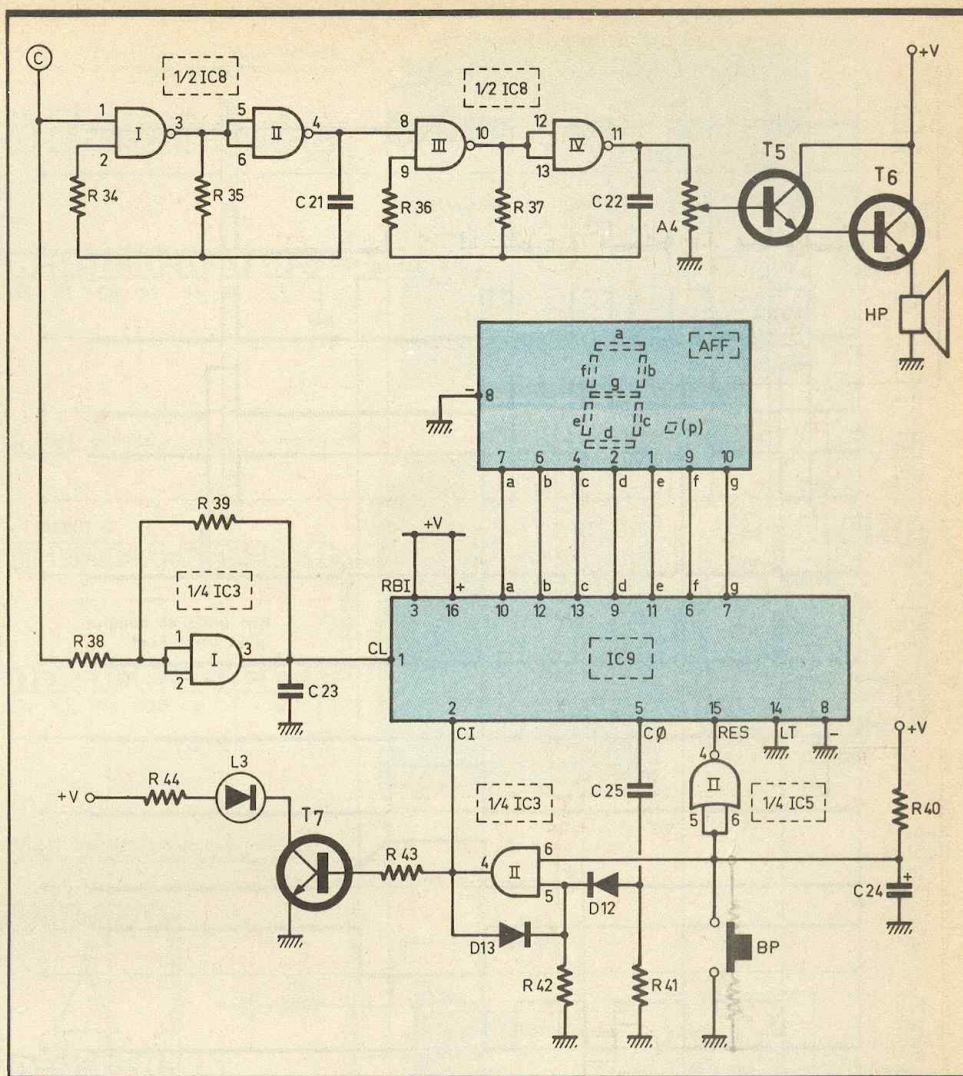

Fig.4 Sonorisation, comptage et affichage.
g) Signal sonore (fig. 4)
h) Comptage et affichage (fig. 4)
i) Dépassement de la capacité de l'afficheur (fig. 4)